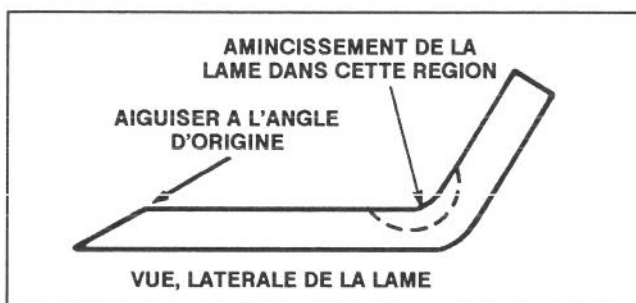

Figure 22
7. A l'aide d'une lime, aiguiser le tranchant aux deux extrémités de la lame (Fig. 22).
Vérifier la lame de coupe chaque fois que la machine est dressée sur l'arrière. Si le boulon de fixation de la lame est desserré, le serrer à 61-81 Nm. Remplacer la lame ou le bord relevé (Fig. 22) à l'extrémité de la lame s'il est usé, érodé ou fendu. Remplacer la lame si elle est tordue. Toujours utiliser les véritables lames de rechange TORO afin de garantir une sécurité et performance optimales. **NE JAMAIS UTILISER DE LAMES DE RECHANGE WILL-FIT.**